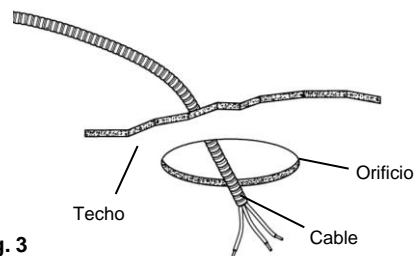

Fig. 3
3. Pasa el cable blindado (BX) o el cable no metálico (NM) (también conocido como Romex) a través del cortacircuitos o panel de fusibles hasta el orificio de 5 1/2" (14,0 cm), dejando entre 6" (15,2 cm) y 8" (20,3 cm) de cable sobrante extendido por debajo del orificio. Puedes usar cables con un máximo de 12 AWG de cableado. (Fig. 3) (ADVERTENCIA- Usa cables con clasificación de 90°C o mayor).